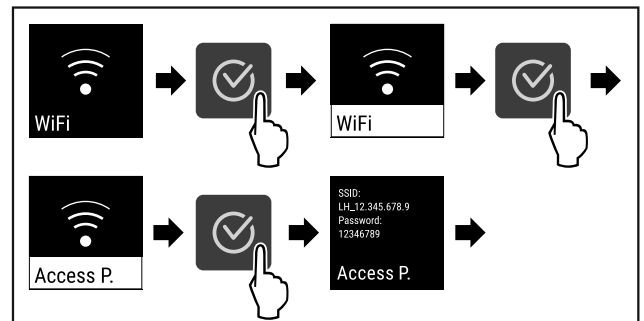

Fig. 85
- ▶ Hajtsa végre a művelet lépéseit (lásd Fig. 85) .